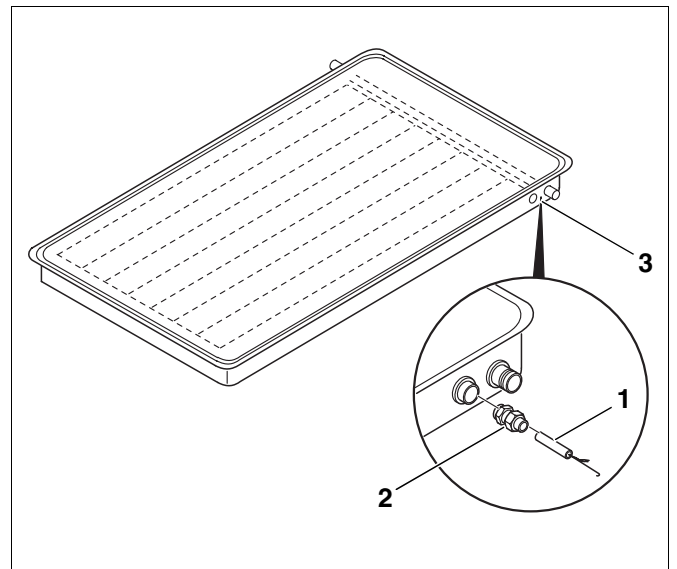
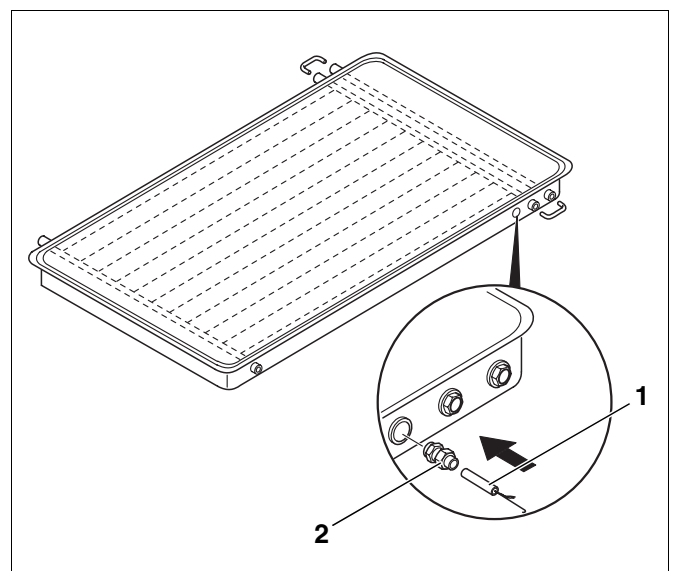

Fig. 3 Kollektor Logasol SKN
Fig. 4 Kollektor Logasol SKS
Kollektorføleren FSK følger med solarmodulen. Montasjen er den samme for de to kollektorene Logasol SKN (fig. 3) og Logasol SKS (fig. 4).
- Stikk kollektorføleren (fig. 3 og fig. 4, **pos. 1**) inn i følerlommen til den siste kollektoren. Følerlommen sitter oppe på høyre side av kollektoren (fig. 3, **pos. 3**).
- Sikre føleren ved å skru fast forskruningen (fig. 3 og fig. 4, **pos. 2**). Dette fungerer som strekkavlastning. Føleren må sitte godt i følerlommen og den må ikke kunne bevege seg.
- Forbindelsen mellom føleren (FSK) og kontrollpanelet Logamatic 2107 (M) opprettes ved å stikke følerens tilkoplingsplugg inn i pluggplassen FSK (gul) til solarmodulen FM 244.